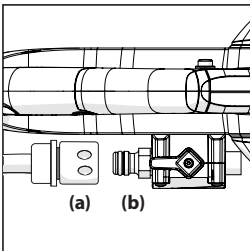

FIG. 6a &amp; b
- Presione el conector de manguera (Fig. 6A) contra el adaptador de manguera de la válvula de agua (Fig. 6B). Se oirá un clic, el conector de manguera estará asegurado.